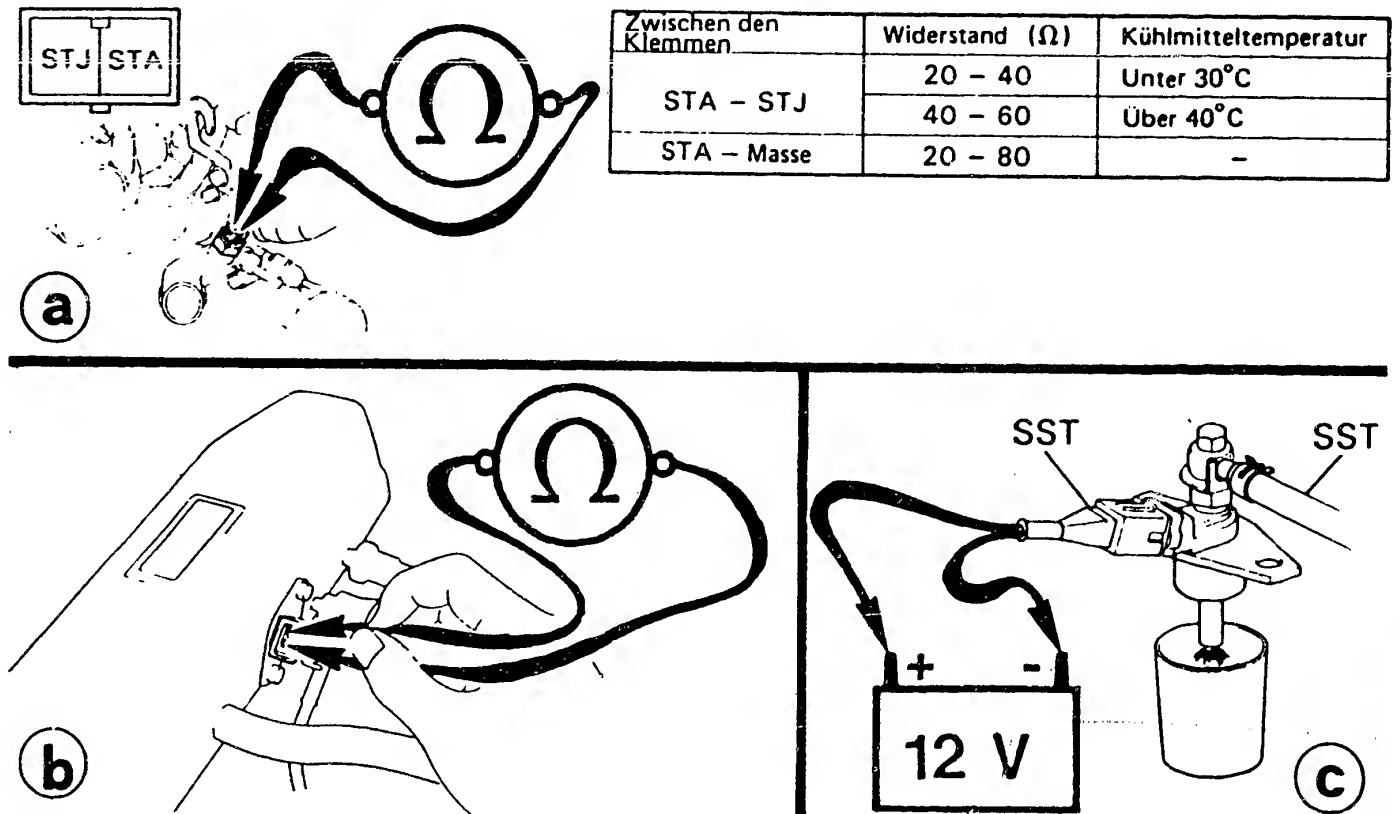

Bild 44 Kontrollen am Kaltstartventil: a) Ausmessen des Innenwiderstandes am Kaltstartventil. - c) Prüfen des Austrittsstrahls.
d) Das **Kaltstart-Einspritzventil** ist am Ansaugsammelrohr befestigt. Der für die Schaltung zuständige Thermoschalter ist vorne rechts am Kühlmittelstutzen angebracht. Er wird mit einem Ohmmeter geprüft (Bild 44).